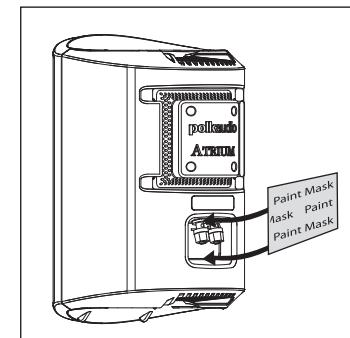
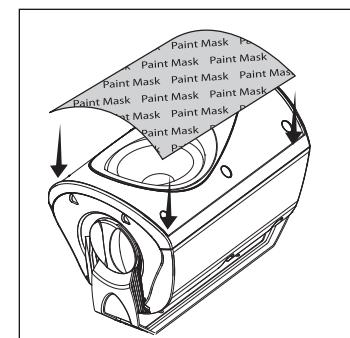

FIGURE 6: Masquez les bornes situées à l'arrière de l'enceinte.
FIGURE 7: Masquez l'écran acoustique et les transducteurs.
2. Masquez le panneau et les bornes situés à l'arrière de l'enceinte [figure 6], puis masquez la surface avant des enceintes pour protéger les transducteurs et l'écran acoustique lors de l'application de la peinture [figure 7]. Masquez le logo Polk situé sur la grille. Masquez également la portion vissee des boutons et les douilles filetées situées aux extrémités des enceintes.